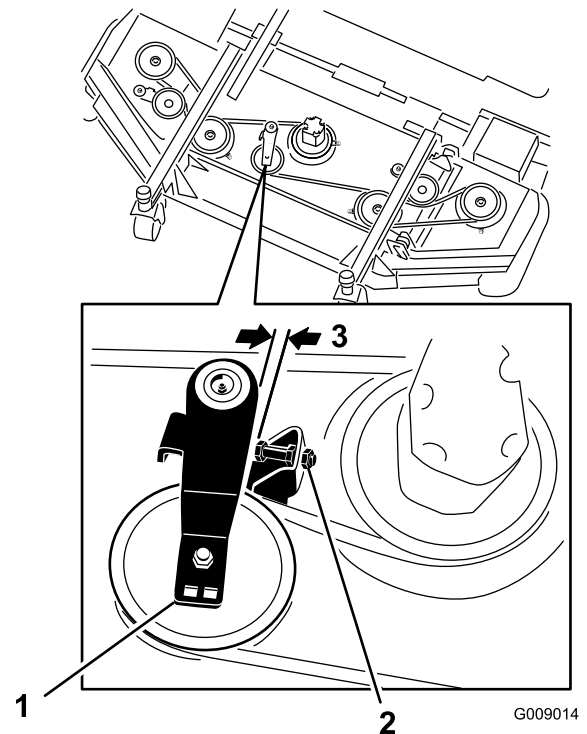

Bild 80
2. Lösen Sie am Frontmähwerk die Klemmmuttern an der Anschlagschraube der Spannscheibe und drehen Sie die Anschlagschraube in die Halterung (Bild 80).
3. Schieben Sie die Spannscheibe mit einem Schraubenschlüssel oder einem ähnlichen Werkzeug (Bild 80) vom Treibriemen und lassen Sie den Riemen von der Getriebespannscheibe rutschen.